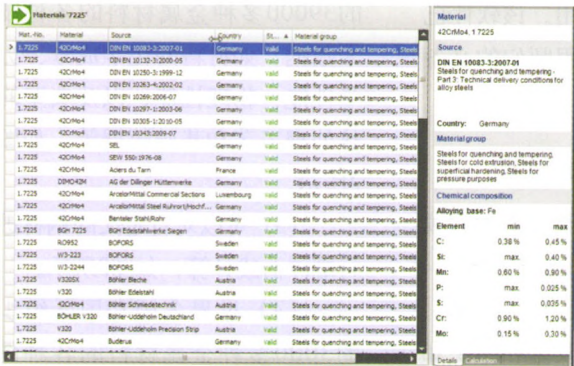

图1 材料标准和基本信息
(1) 世界各国和国际组织的25000多种金属的材料标准, 如图1所示。